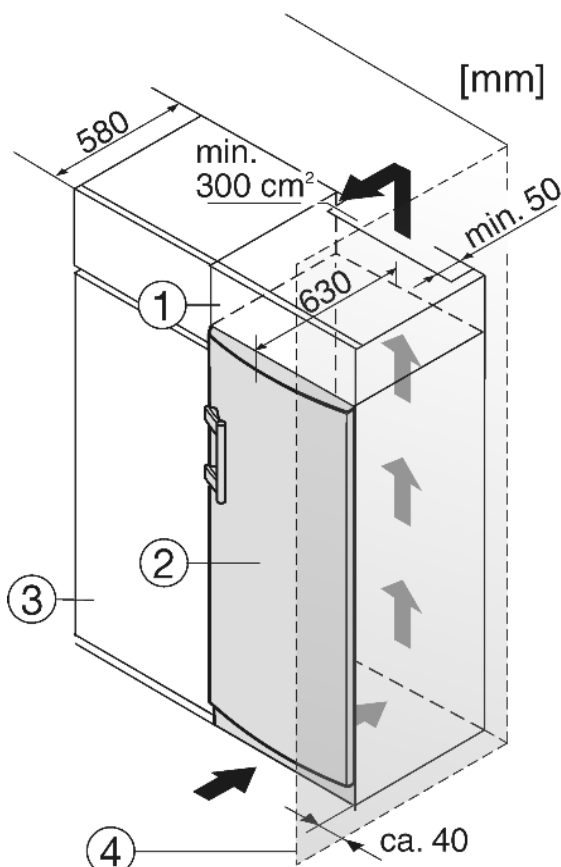

Fig. 8
- (1) Szafka nasadzana
- (2) Urządzenie
- (3) Szafka kuchenna
- (4) Ściana
Urządzenie może zostać obudowane szafkami kuchennymi. Aby dopasować urządzenie Fig. 8 (2) do wysokości ciągu szafek kuchennych, można nad urządzeniem umieścić odpowiednią szafkę nasadzaną Fig. 8 (1).
W przypadku obudowania standardowymi szafkami kuchennymi (głębokość maks. 580 mm) urządzenie można ustawić bezpośrednio obok szafki kuchennej Fig. 8 (3). Drzwi urządzenia wystają z boku o 34 mm i na środku urządzenia o 50 mm w stosunku do frontu szafek kuchennych. Dzięki temu można je bez problemu otwierać i zamykać.
Jeżeli urządzenie będzie ustawiane z zawiasami do ściany Fig. 8 (4), to pomiędzy urządzeniem i ścianą należy zachować minimalny odstęp, wynoszący 40 mm. Na taką odległość wystaje klamka przy otwartych drzwiach.